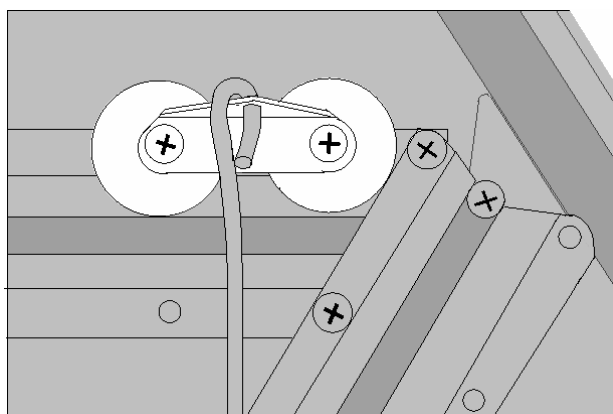

Рис.15 Установка крючка
7.1. На средней поперечине торца № 7 сверху покрытия установите уголок № 16, подложив под уголок в местах крепления шайбы. В уголок установите крючок № 21 (см. Рис.15).